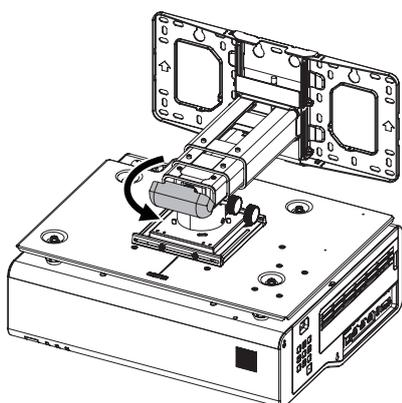

Abb. 1
1) Nehmen Sie die Armabdeckung von der Wandmontagehalterung ab. (Abb. 1)